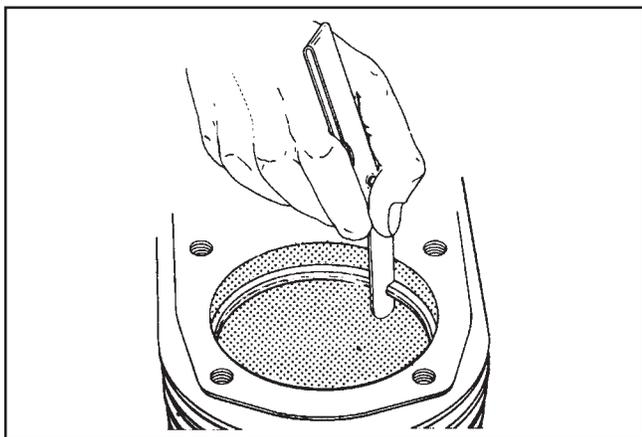

Abbildung 10-9. Messung des Ringendspalts.
4. Vor der Installation neuer Ringe am Kolben die beiden oberen Kolbenringe jeweils in ihrem Laufbereich in der Zylinderbohrung überprüfen und den Endspalt kontrollieren (Siehe Abbildung 10-9). Den Abstand mit den Angaben in Kapitel 1 vergleichen.